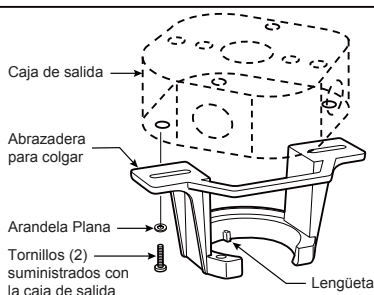

Figura 3
Uso del soporte (Figura 3)
- ☐ 3. Retire el clip de horquilla y pasador de horquilla de la parte inferior de la bola para colgar. Retener el pasador y clip para la reinstalación en el paso 5. (Figura 3)
- ☐ 1. Fije bien la abrazadera para colgar a la caja de salida (no se incluye) con los tornillos y las arandelas provistas con la caja de salida. (Figura 3)
2. Deslice el receptor en el soporte de suspensión antes de realizar el cableado como se muestra en la figura 3.
- ☐ 3. Retire la cubierta de la batería del control remoto con un destornillador y conserve el tornillo para luego. (Figura 3)